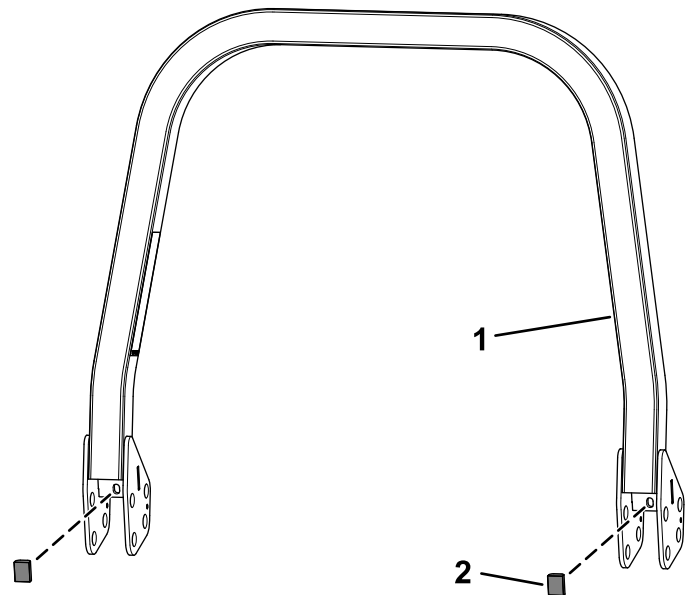

Bild 2
2. Befestigen Sie die beiden Stoßfänger an der oberen Überrollbügelbaugruppe (Bild 2).